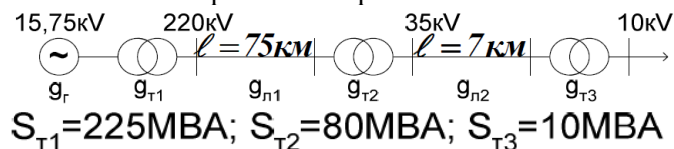

Рисунок 1 Расчетная схема
3. Определить вероятность безотказной работы и вероятность отказа в схеме (рисунок 1).